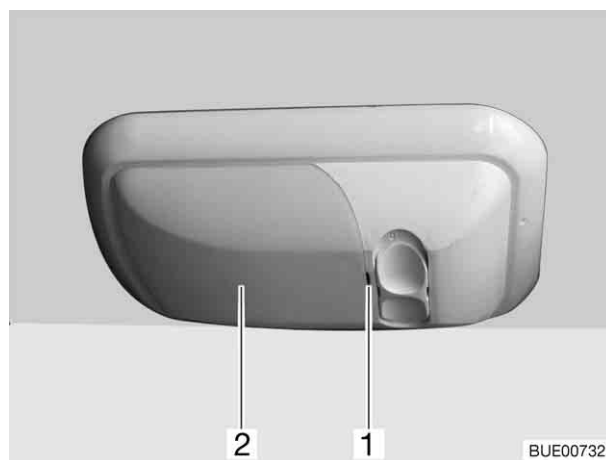

Fig. 192 Eclairage du garage
- Soulever prudemment le couvercle (Fig. 192,2) avec un outil approprié (p. ex. tournevis) au niveau de l'encoche (Fig. 192,1) et le retirer.